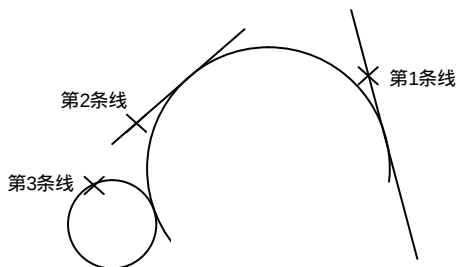

图3-28 草绘相切圆弧
【例3-13】 草绘相切圆弧, 如图3-28所示。
(1) 在【圆弧】工具箱中单击【3相切】按钮, 使其处于按下状态。
(2) 在图形区中单击, 拾取第1条切线, 如图3-28所示。
(3) 在图形区中单击, 拾取第3条切线, 如图3-28所示。
(4) 在图形区中单击, 拾取第2条切线, 如图3-28所示。
(5) 若继续草绘相切圆弧, 执行步骤(2)~步骤(4), 否则执行步骤(6)。
(6) 单击鼠标中键, 结束草绘相切圆弧操作, 回